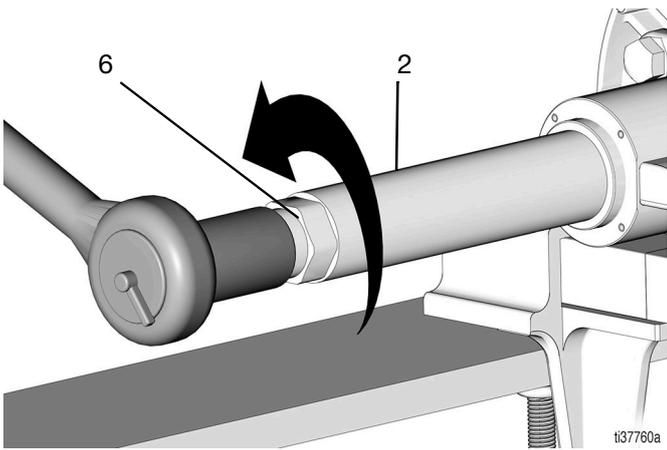

图 10
12. 使用 1-7/16 英寸的套筒，松开密封固定器 (6)，但将其手动拧紧到泵气缸 (2) 上（图10）。